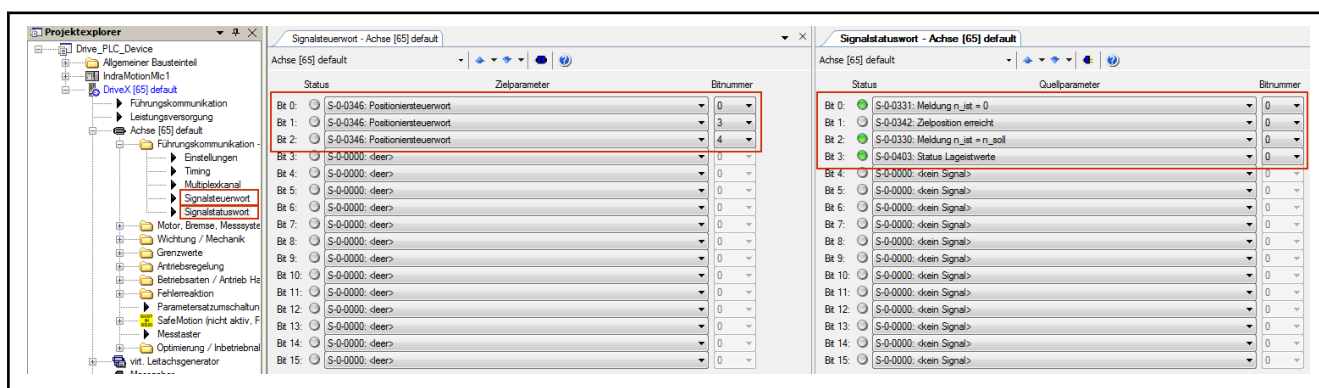

Abb. 6-120: Parametrierung Signalsteuer- und Signalstatuswort mit Indraworks
4. Im IndraWorks Ds Signalsteuerwort und Signalstatuswort parametrieren wie in Abb. 6-120 "Parametrierung Signalsteuer- und Signalstatuswort mit Indraworks" auf Seite 527 gezeigt.